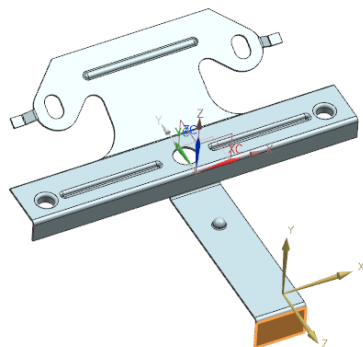

图 4-160 选择草图绘制面
(2) 单击“绘制截面”按钮, 选择如图 4-160 所示的面为草图绘制面。